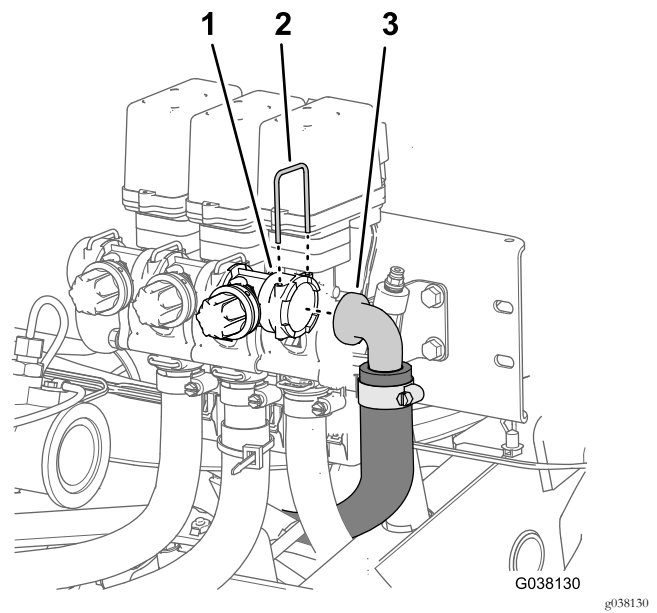

Figura 17
- Retire la horquilla de retención que sujeta el acoplamiento dentado de 90° de la manguera de desvío del acoplamiento hembra de la válvula de desvío en la válvula de sección del brazo derecho (Figura 17).
- Retire la manguera de desvío de la válvula de desvío (Figura 17).